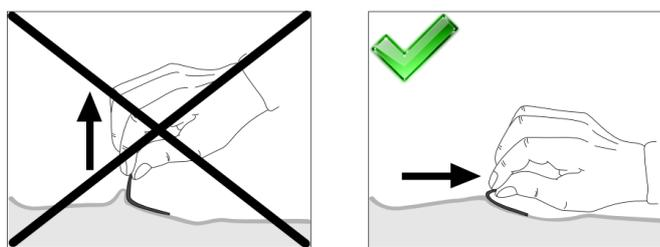

Fig. 4.9 Retirada de los parches adhesivos
- Despegue con cuidado los parches de la piel del paciente (ver Fig. 4.9 Retirada de los parches adhesivos).